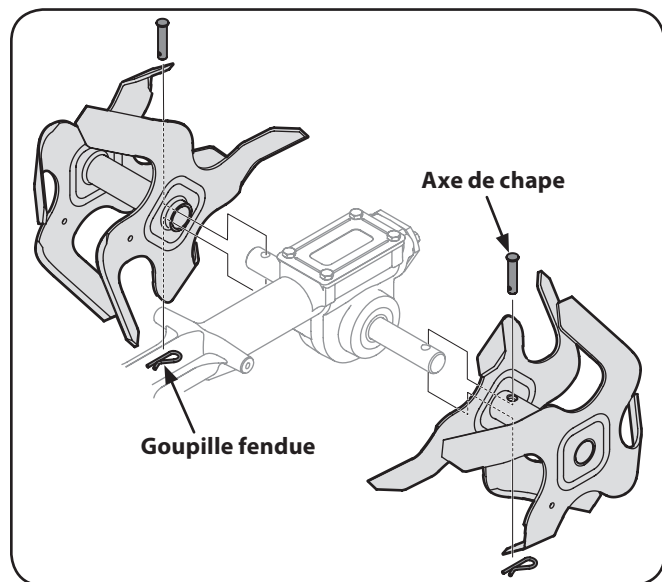

Figure 7-6
3. Pour démonter un ensemble de dents, retirez la goupille fendue qui fixe l'axe de chape. Voir Figure 7-6. Retirez l'axe de chape et faites glisser l'ensemble des dents vers l'extérieur pour le faire sortir de l'arbre des dents.